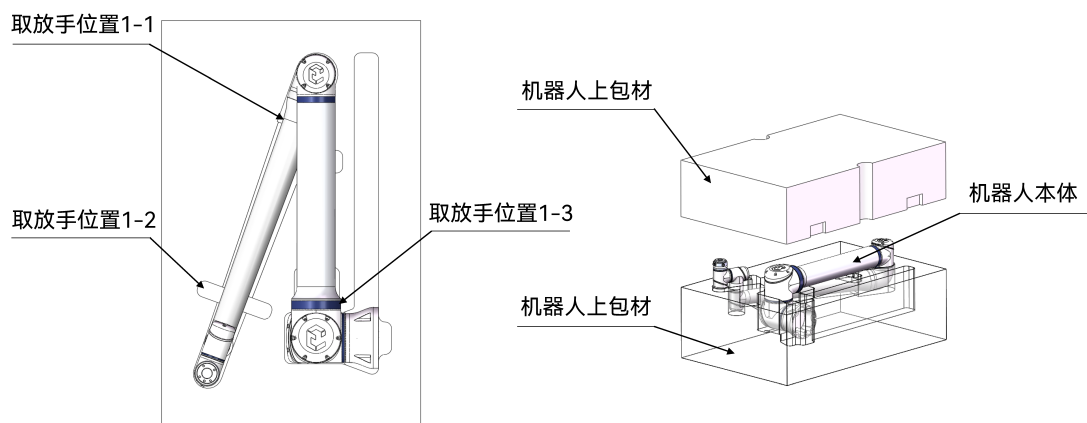

图 6-1: 机器人打包图
- CS66-18 机器人的打包姿态角度是：(A1: 180°、A2: -180°、A3: 160°、A4: 0°、A5: 0°、A6: 0°)，如图 6-1所示；